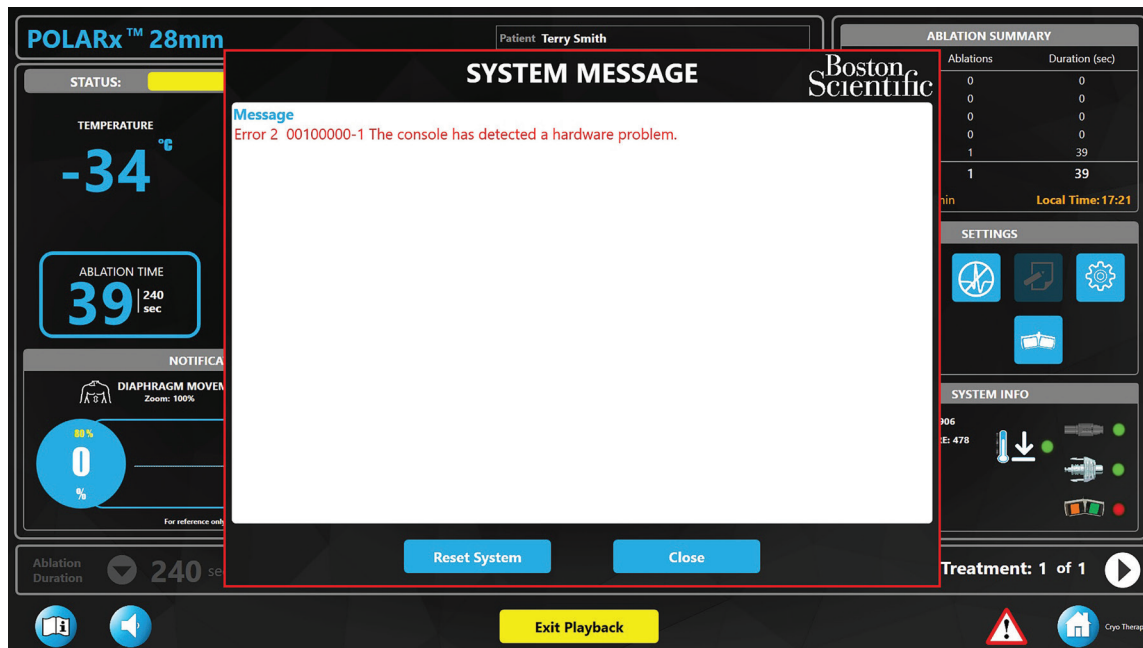

Abbildung 21. Fenster System Messages (Systemmeldungen)
- Auf das rote Dreieck am unteren Bildschirmrand drücken, um das Fenster system messages (Systemmeldungen) zu öffnen (siehe Abbildung 20 und Abbildung 21).